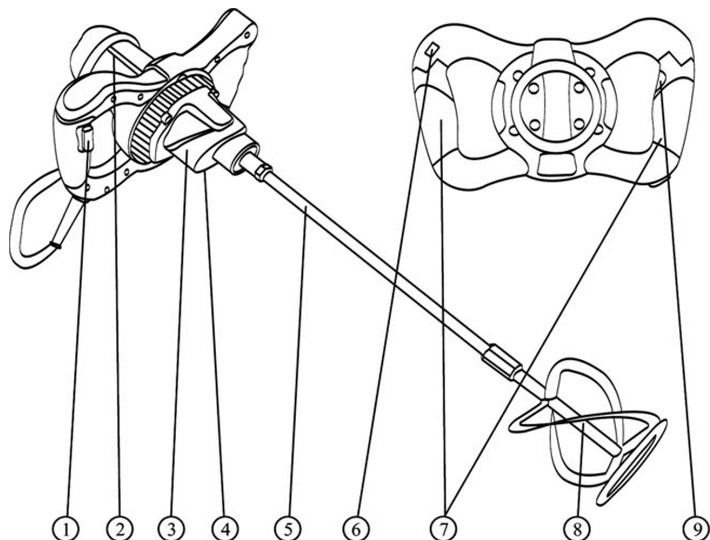

Рис. 1
2. Переключателем 4 (рис. 1) установите необходимый диапазон скорости вращения миксера (1 - 0...500 об/мин, 2 - 0...700 об/мин) в зависимости от типа работы и применяемых материалов.
5. Выключайте изделие только клавишей 1 (рис.1). Не выключайте его, просто вынимая шнур из розетки.